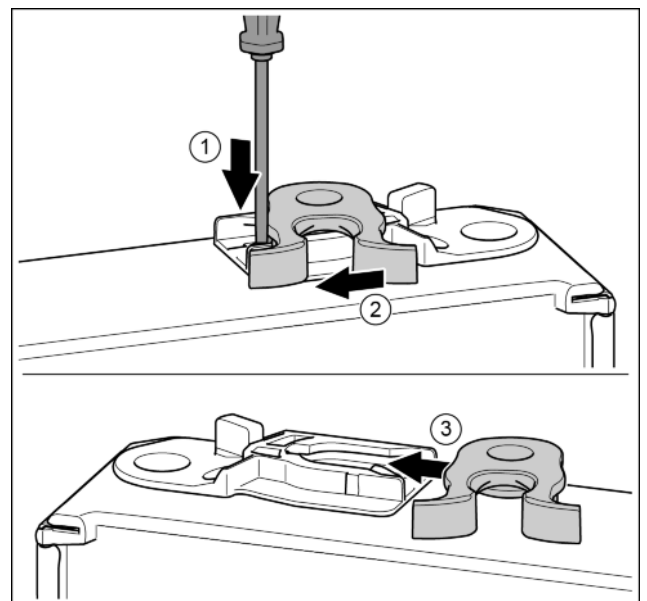

Fig. 19
- ▶ Lasche mit Schlitzschraubendreher nach unten drücken. *Fig. 19 (1)*
- ▶ Schließhaken aus Führung ziehen. *Fig. 19 (2)*
- ▶ Schließhaken auf anderer Seite in Führung schieben. *Fig. 19 (3)*